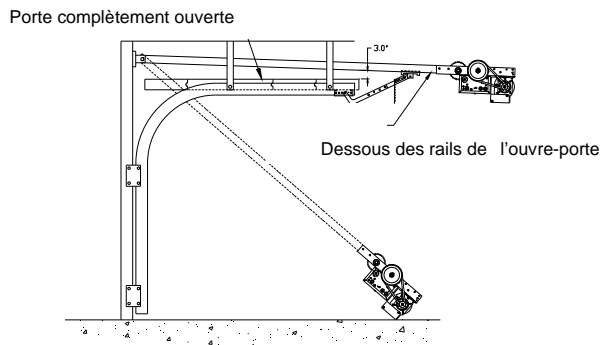

Figure 10 Ajustement de la hauteur de l'ouvre porte
9. Ouvrir la porte à la main avec précautions et déplacer l'arrière de l'ouvre-porte de façon qu'il soit directement au-dessus du milieu de la porte, avec un jeu d'environ 5,7 cm (3 po) entre la porte et le dessous des rails de l'actionneur (Figure 10)